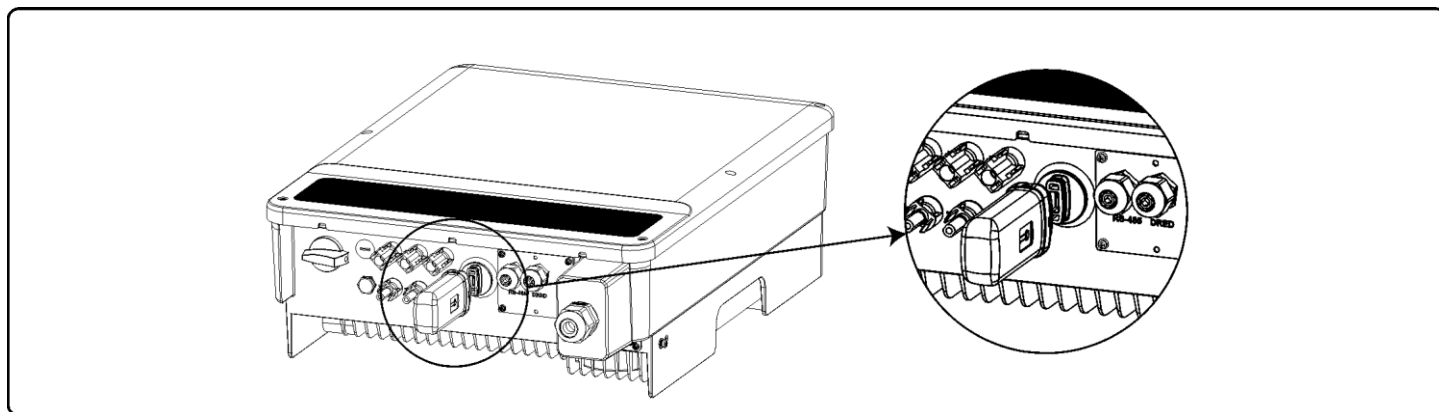

Figura 4.4.3-1
- Insira o PHB Wi-Fi Box, conforme Figura 4.4.3-1;